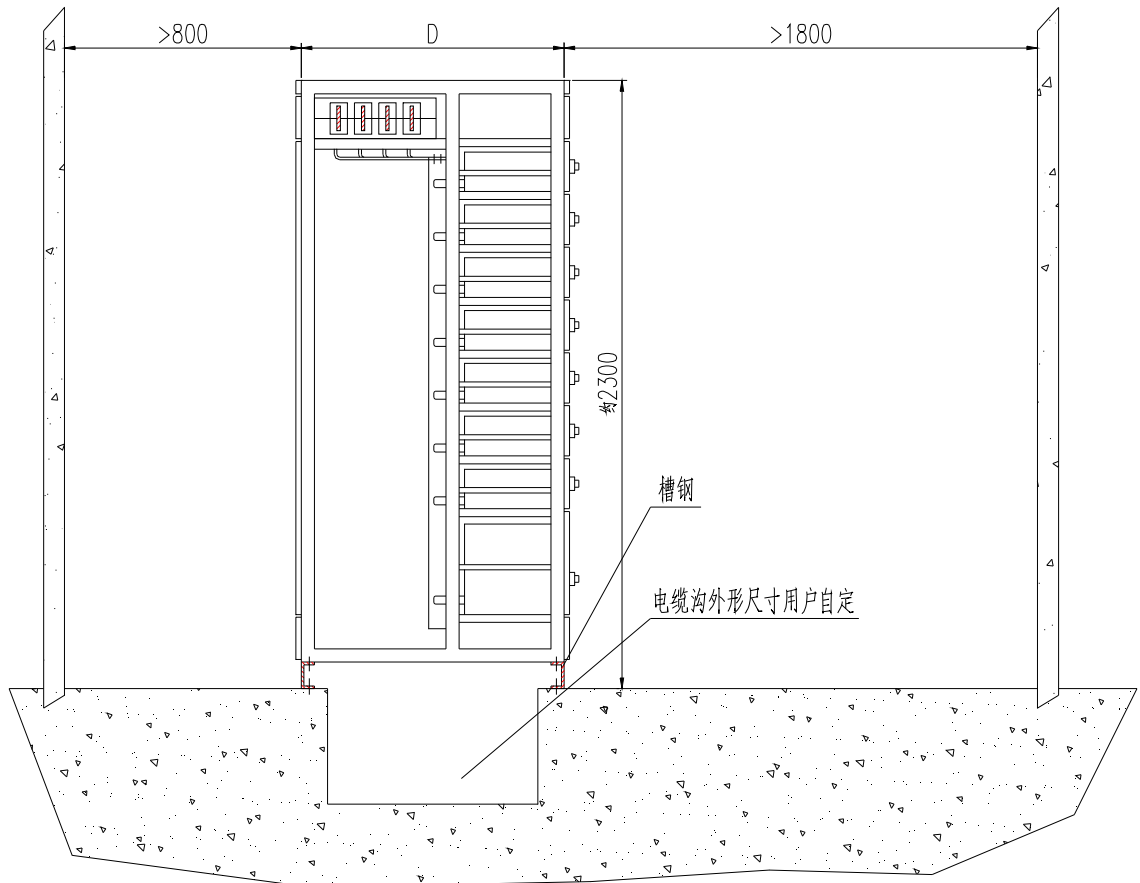

图 5 开关柜安装示意图
- 支承导轨 10#槽钢平放，柜架与槽钢之间点焊连接；或者支承导轨 10#槽钢竖放(见图 5)，柜架角位连接器上的螺丝孔为柜体与支承导轨的连接孔，基础槽钢和螺栓由用户自备。放置第一面柜体，并按上述方法进行固定在安装面上。